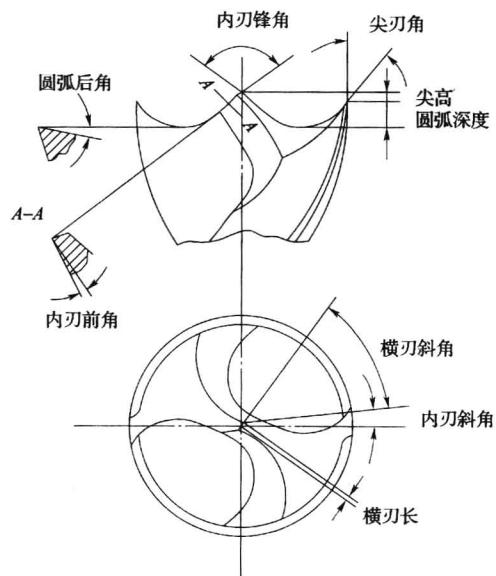

图 1-19 钻薄板的钻头
(3) 钻薄板的钻头，也叫钻薄板群钻，如图 1-19 所示。普通麻花钻头钻薄板（薄木片、薄层板、薄铝片等）时，钻出来的孔会容易出现不圆或毛刺边。钻薄板的钻头最外边有尖刃，中间的内刃起中心定位的作用，然后边刃把孔的边缘划切开，所以钻薄板的钻头钻出来的孔边缘整齐、精度高。